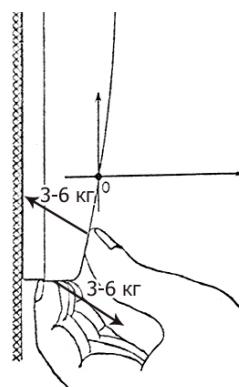

Рисунок 2. Снятие передней панели
2.1.6 Снимите переднюю панель блока, изогнув её относительно точки «О» в соответствии с рис. 2. Большие пальцы расположите над защелками и как можно ближе к точке «О».
2.2.7 Закройте переднюю панель блока в порядке, обратном порядку снятия (см. рис.2).